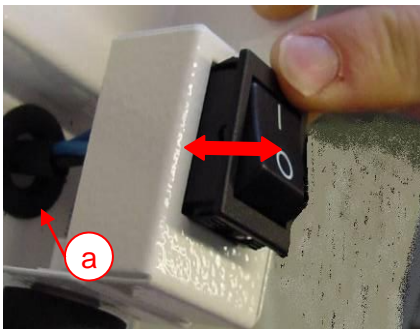

Abb. 33 – Netzschalter
- Netzschalter aus dem Gehäuse heraushebeln. Dabei das Netzkabel etwas aus der Durchführungstülle (Abb. 33 a) des Gehäuses herausziehen.